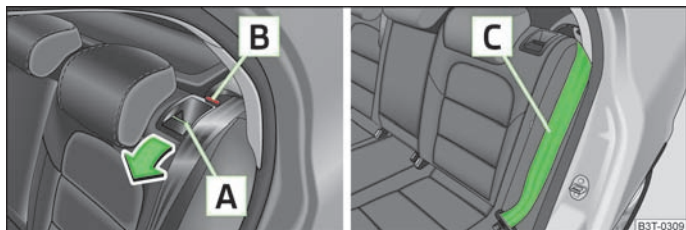

Fig. 61 Deblocarea spătarelor / Blocarea spătarelor
- > Prin apăsarea manetei de deblocare **A** » fig. 61, deblocați spătarul și rabatați-l complet în față.
- > Așezați centura de siguranță laterală din spate **C** » fig. 61 în spatele marginii capitonajului lateral.